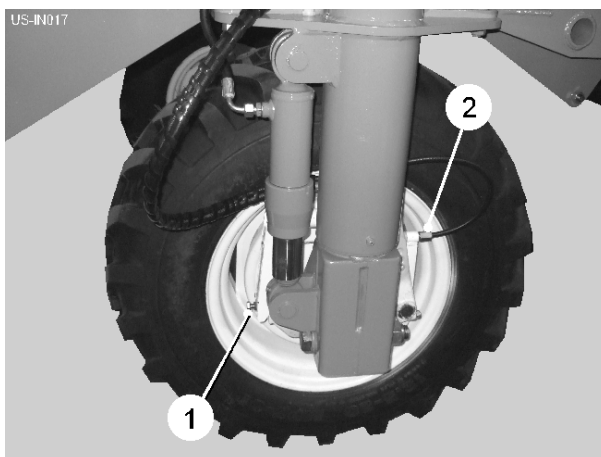

Fig 10
Verbinden Sie den hydraulischen Bremsenschlauch mit dem Traktorbremssendienst. Die Bremsen werden operieren, wenn die Traktorbremsen angewandt werden. Bremsenabnutzung kann davon aufgenommen werden, den setscrews (item 1, fig 10) einzustellen.